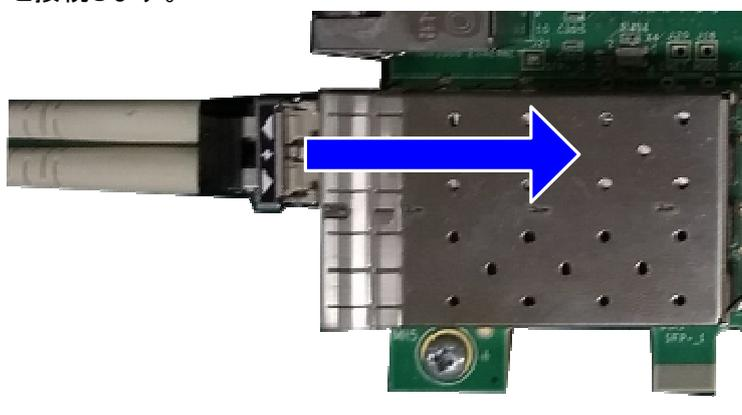

図 3-2:SFP+ケーブルの接続
- 2) 図 3-2 に示すように SFP+ ポート 0 側と、10 ギガビット SFP+ DAC ケーブルまたは SFP+トランシーバおよび光ケーブルを使って PC と接続します。